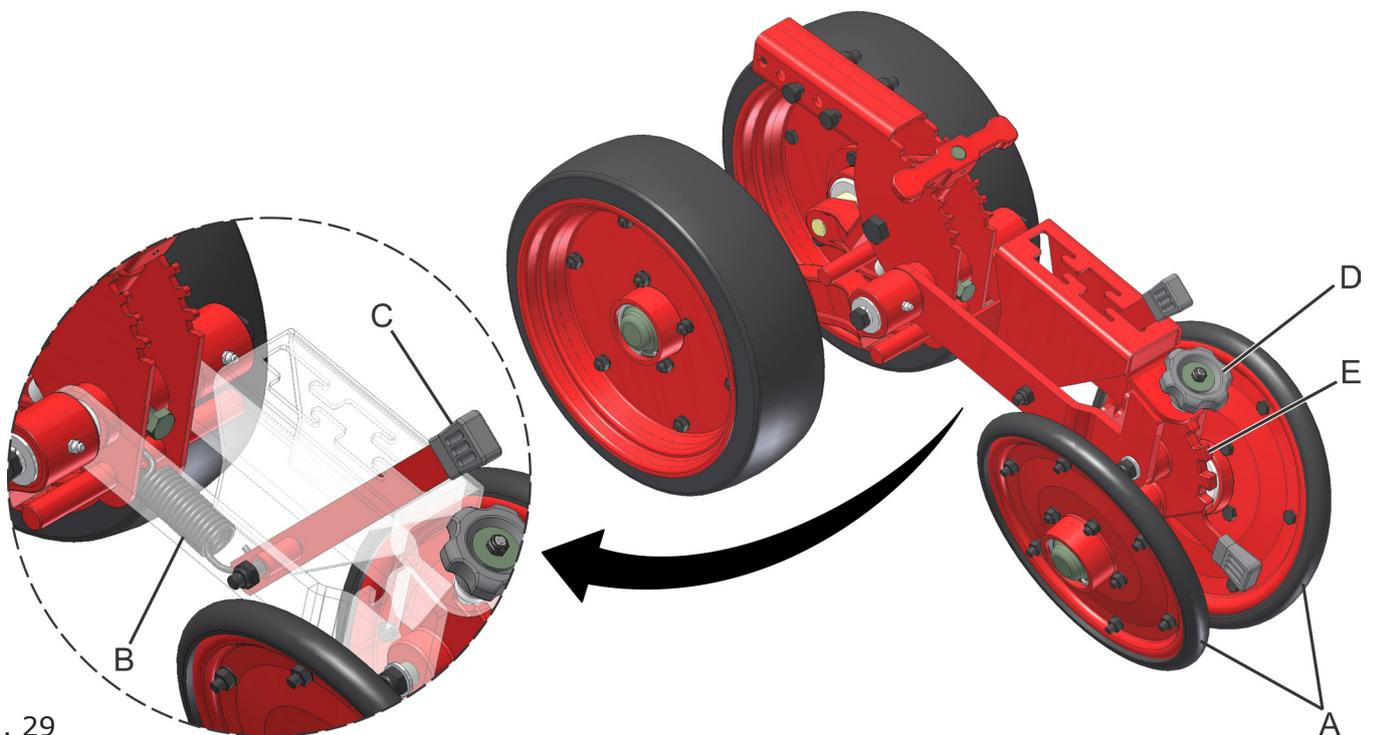

fig. 29
As rodas compactadoras (A) (fig. 29), realizam a pressão do solo lateralmente na semente e trabalham com várias opções de regulagens como pressão e ângulo de abertura das mesmas.
Certifique-se de que a alavanca (C) (fig. 29) e o regulador (D) estão na mesma posição em todas as linhas de plantio.